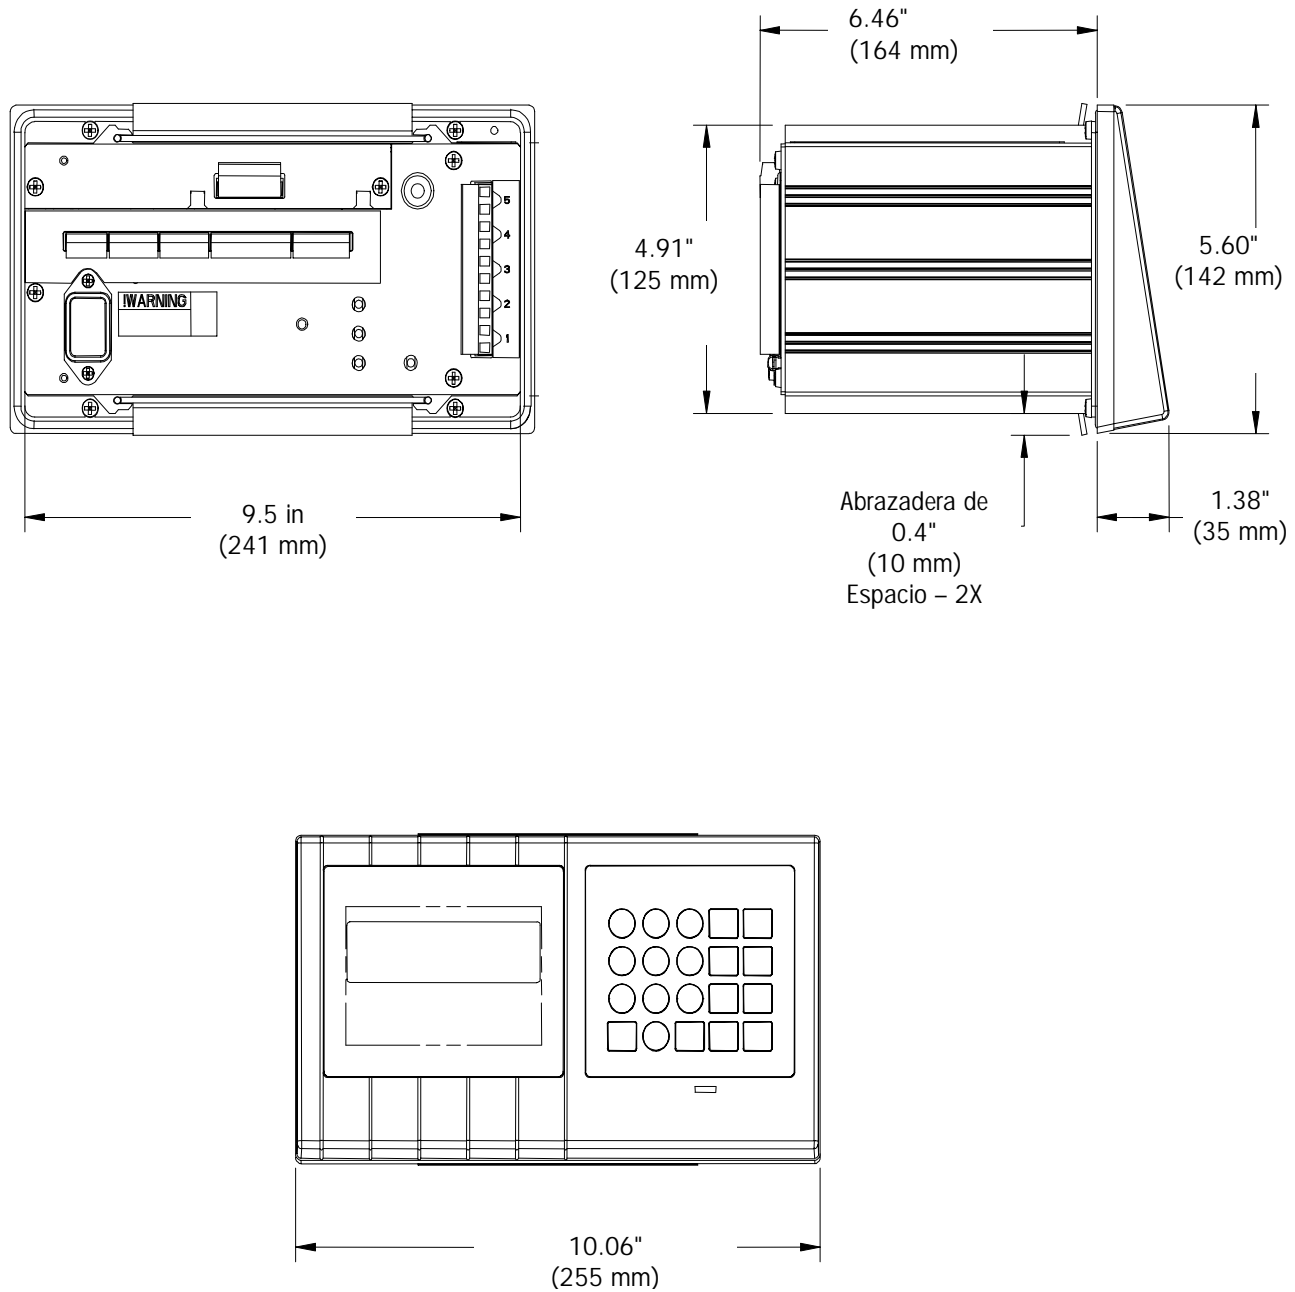

Figura 1-1: Dimensiones de Montaje de Panel del LYNX
1. Inserte la punta de un destornillador plano en una de las dos ranuras ("A" en la Figura 1-1) localizadas en el fondo del panel frontal y empuje suavemente hacia adentro del encapsulado.